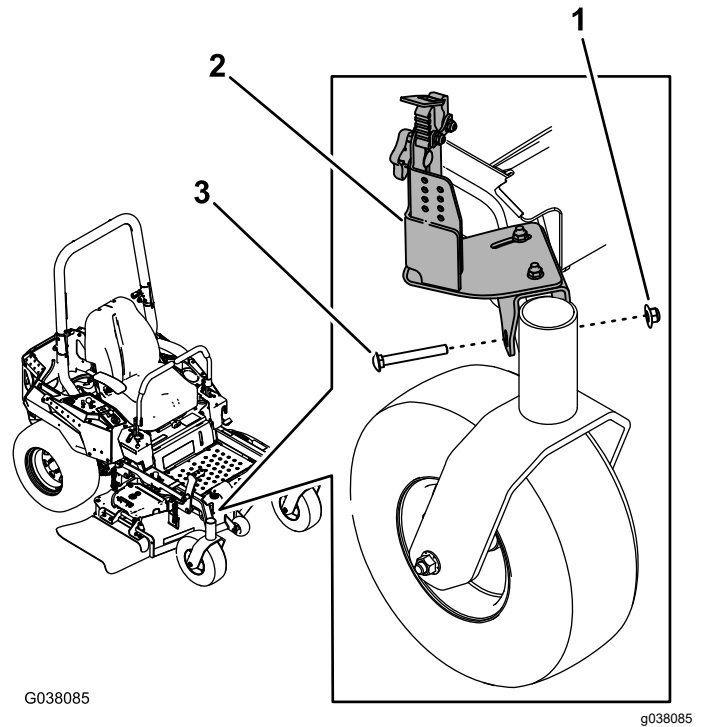

Рисунок 8
- Встановіть передній вузол кріплення на раму, біля правого коліщатка, використовуючи гайку з широким фланцем (3/8 дюйма) та каретний гвинт (3/8 x 3 дюйма), як показано на рисунку **Рисунок 8**.